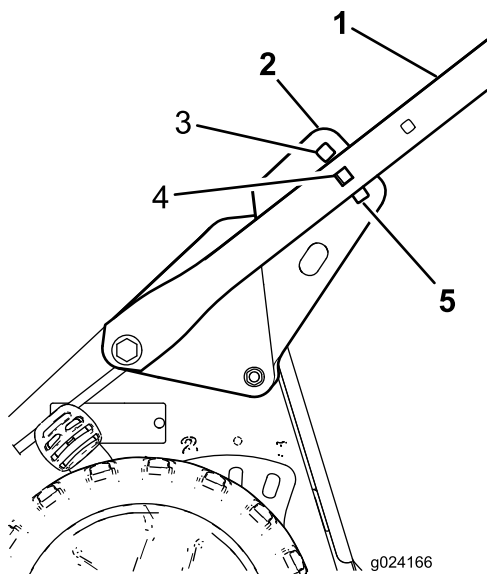

Figura 5
- Sistematevi in posizione di guida per determinare l'altezza della stegola più adatta a voi (Figura 5).